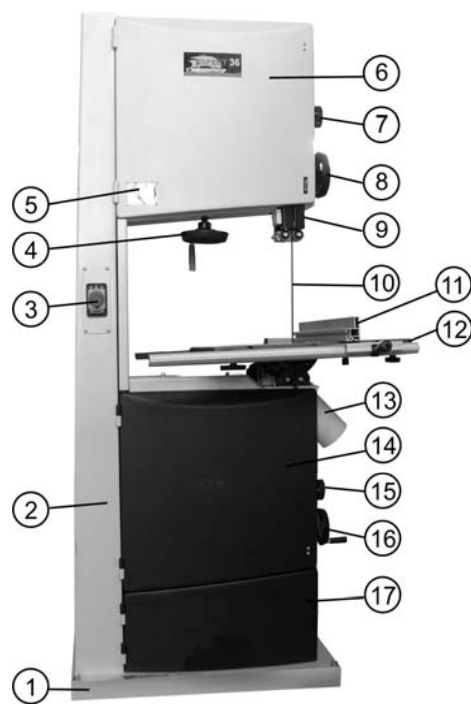

Рис.2
8.1.2. При установке пилы на верстаке (для обеспечения устойчивости) пила должна быть надежно прикреплена к верстаку через специальные отверстия в нижней части основания (1), Рис.2. Для этой цели необходимо установить болтовые соединения. Обязательно используйте при креплении плоскую и пружинную шайбы на каждый болт (не комплектуется).
- Переносите пилу при помощи подъемных механизмов и приспособлений, учитывая массу пилы (см. Табл.1) и только за основание (1), Рис.2.